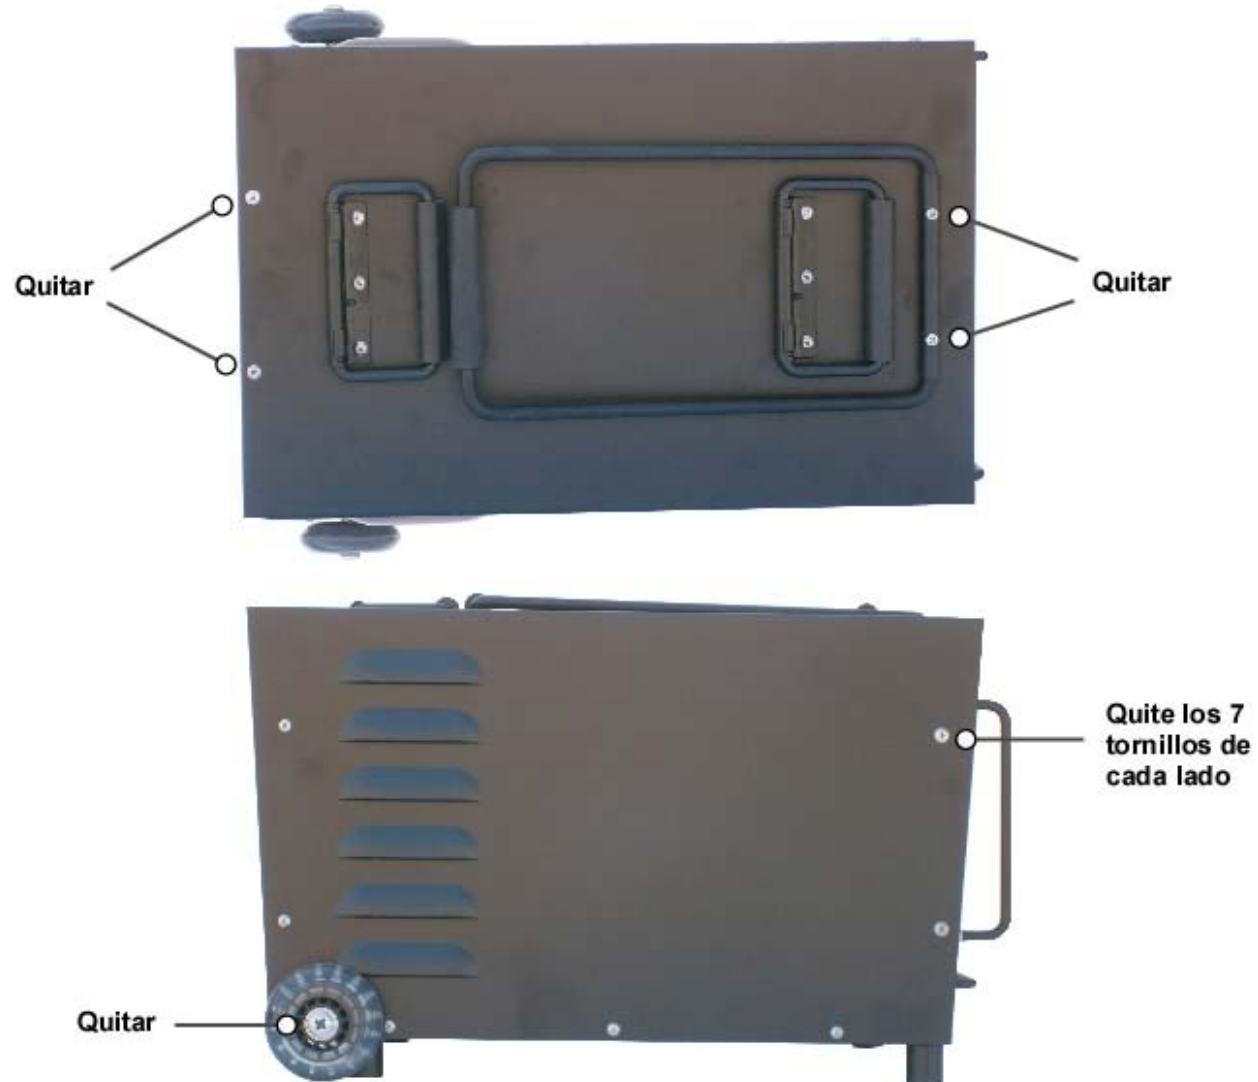

FIGURA 2. Vistas superior y lateral del Sistema Dynapulse™ con el detalle de la ubicación de los tornillos de cruz que se requieren quitar.
Para cambiar el voltaje de operación, primero asegúrese que el Sistema Dynapulse™ este desconectado. Retire la cubierta quitando las dos llantas de la parte posterior, siete (7) tornillos de cruz de cada lado, y cuatro (4) tornillos de cruz de la parte superior como se indica a continuación en la **FIGURA 2**.